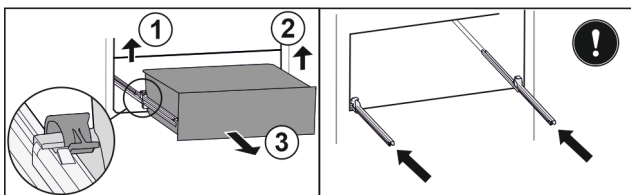

Fig. 41
- ▶ Приподнимите левый зажим и одновременно вытяните движением вперед выдвижной ящик слева. Fig. 41 (1)
- ▶ Приподнимите правый зажим и одновременно вытяните движением вперед выдвижной ящик справа. Fig. 41 (2)
- ▶ Извлеките выдвижной ящик движением вперед. Fig. 41 (3)